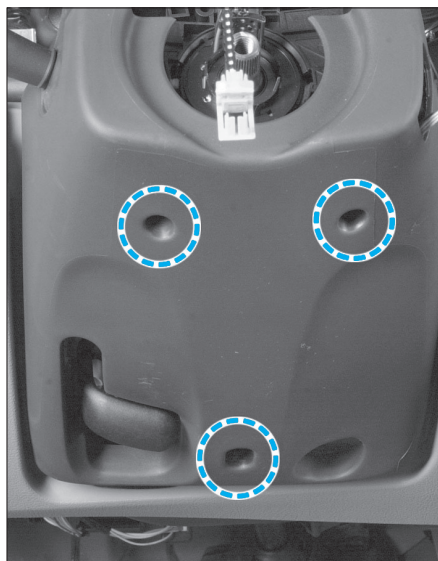

Fig. 3
- les 3 vis de fixation de la garniture inférieure de la colonne de direction et dégager la garniture (Fig.3),